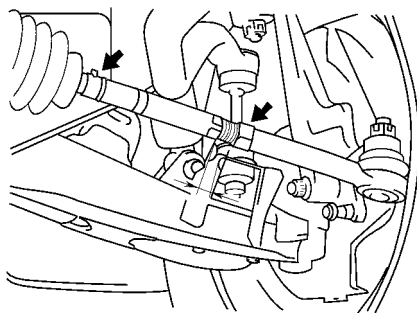

图 14-40 调整前束
2) 调整前束。拆下保护罩卡夹，旋松转向横拉杆端部的锁紧螺母，转动左、右转向横拉杆端部以调整前束，左、右转动的量要相等，如图 14-40 所示。然后旋紧转向横拉杆的